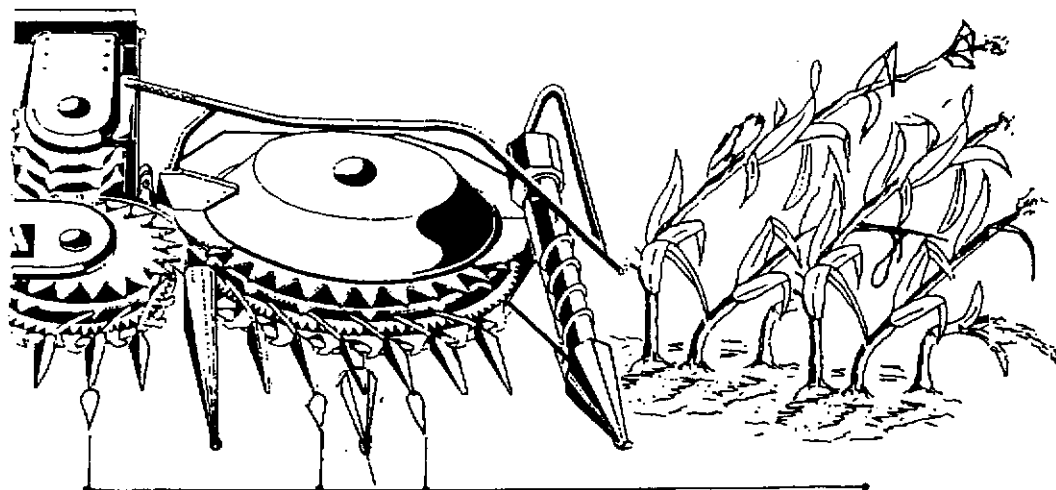

Fig.78-1
- A Toutes les pointes de diviseurs (1)-(5) doivent être relevées vers le haut pour l'empêchement de bourrages. (Pas pour les plantations).
- B Les deux pointes de diviseurs extérieures (1) + (5) doivent être relevées grâce au montage d'un angle (35).
- C La pointe centrale (3) peut être fixée à une hauteur minimale au moyen d'une vis à tête cylindrique (98) (M12 * 20).
- D Dans la zone des pointes du releveur de feuilles (2) + (4), le support (11) et la pointe de diviseurs (30) doivent être échangés contre la pointe de diviseurs (40).
- E Pour les plantations il est possible d'utiliser de façon complémentaire six pointes rigides de releveurs de tiges (200), n° de commande 69196. Voir la page 38, fig 78-1, pos. 200.